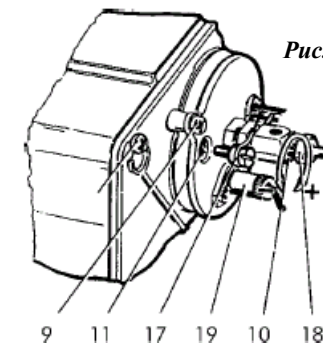

Рис. 8
- Установите горелку в исходное состояние, нажав на кнопку (20).
- Отрегулируйте пламя, меняя как поток воздуха с помощью винта (13) и соответствующей стопорной гайки (12), так и перемещая вперед или назад держатель форсунки (10). Чтобы отрегулировать положение держателя, пользуйтесь винтом (17).
- Рекомендуется перемещать держатель вперед (+) для обеспечения максимального или близкого к максимальному расхода, и передвигать его назад (-) для обеспечения минимального расхода (см. рис. 8).
**Примечание:** Если горелка не включается, проверьте, залит ли насос. Если нет, отвинтите ручную винт крепления манометра (27), а затем ввинтите его назад, как только увидите, что в отверстии появилось топливо. При использовании с устройства предварительного подогрева топлива, этап предварительного вентилирования начнется примерно через 60 секунд после подачи электропитания (необходимое время для предварительного нагрева форсунки).